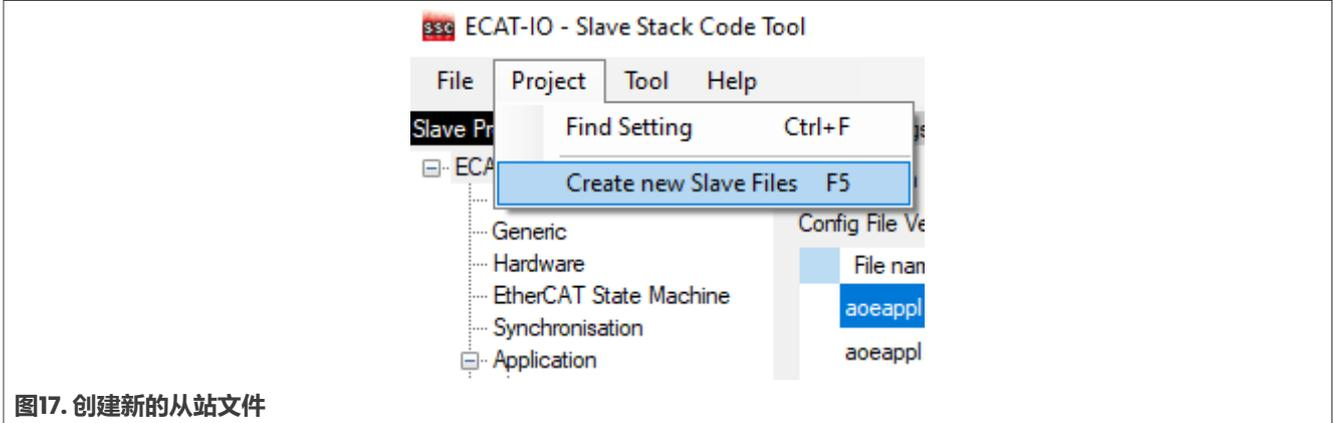

图17. 创建新的从站文件
9. 创建或导入应用程序文件后，创建新的从站文件，如图17所示。单击**Project > Create new Slave Files**。